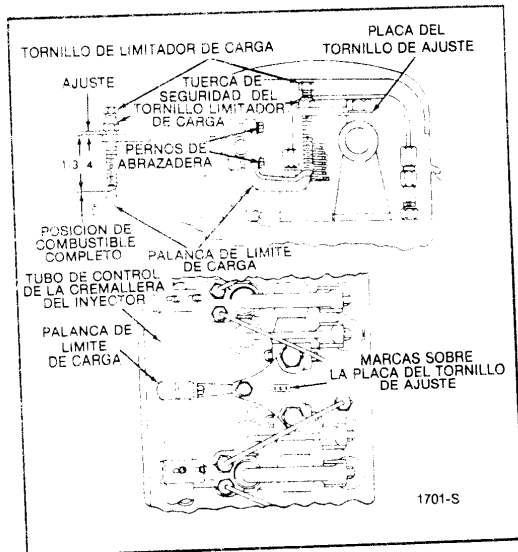

Fig. 1 - Dispositivo limitador de carga del motor
3. Con el tornillo fuera de la placa, ajuste la tuerca de seguridad del tornillo limitador de carga de tal modo que la parte inferior de la tuerca de seguridad esté a 1-3/4" de la parte inferior del tornillo limitador de carga (Fig. 1) para el ajuste inicial.